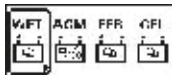

Fig.15
8. De seguida solicitará que o usuário selecione o tipo de baterias(Fig.15).